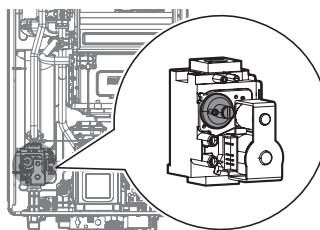

Figure 10
- c. Ouvrez entièrement une installation d'eau chaude et réglez le chauffe-eau pour qu'il fonctionne en mode MIN 1 étape (reportez-vous à « Réglage du mode de fonctionnement » à la page 128). Mesurez la valeur de correction à la puissance minimale d'utilisation et comparez-la aux valeurs indiquées dans le tableau 3. Si la valeur de correction ne correspond pas à la plage indiquée, la vis de réglage de la soupape à gaz doit être ajustée. Si un ajustement est requis, trouvez la vis de réglage, comme cela est indiqué à la Figure 10. À l'aide d'une clé Allen de 4 mm (5/32 po) tournez la vis de réglage de 1/4 de tour au maximum, dans le sens horaire pour augmenter la valeur de correction ou dans le sens antihoraire pour la diminuer.